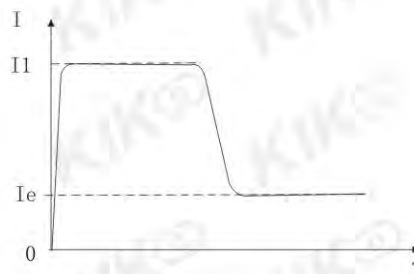

图12-1
- ① 代码F9设为(0限流)时为电流启动模式。图12-1给出了限电流启动模式的电动机电流变化波形。其中I1为设定的启动限流值, 当电动机启动时, 输出电压迅速增加, 直到电动机电流达到设定的限流值I1, 并保持电机电流不大于I1, 然后随着输出电压的逐渐升高, 电机逐渐加速, 当电动机达到额定转速时, 旁路接触器吸合, 输出电流迅速下降至电机额定电流Ie或以下, 启动过程完成。
- ② 当电动机负载较轻或设定的限流值较大时, 启动时的最大电流也可能达不到设定的限流值时属正常。限电流启动模式一般用于对启动电流有严格限制要求的场合。